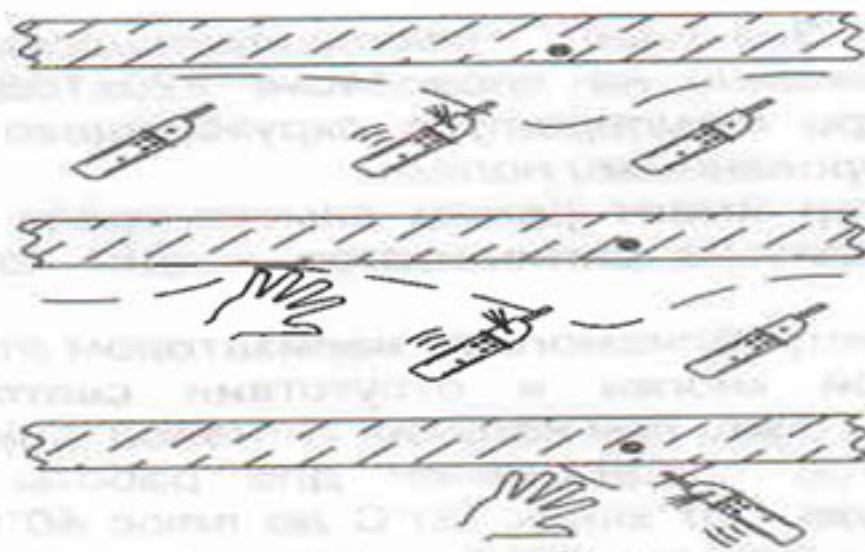

Рисунок 1
6.2 Для обнаружения скрытой проводки (Рисунок 1) нажмите на кнопку «4» (максимальная чувствительность), поднесите сигнализатор к стене, электроустановке, электроприбору, жгуту проводов и т.д., и при наличии сигнала уменьшайте чувствительность, последовательно нажимая кнопки «3», «2», «1» и расстояние до объекта, локализируйте зону, в которой наблюдается срабатывание сигнализатора.